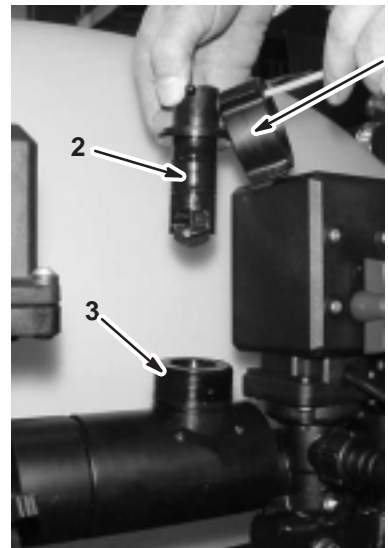

Figure 57
2. Retirez le capuchon de retenue du corps du débitmètre (Fig. 57).